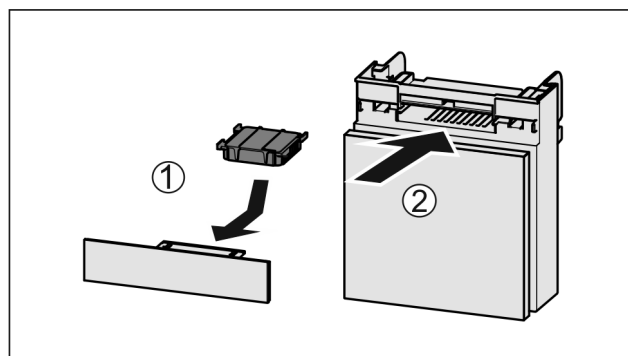

Fig. 51
- ▶ Поставете Fig. 51 (1) филтърът с активен въглен, както е показано на фигурата.
- ▶ Вкарайте Fig. 51 (2) отделението.